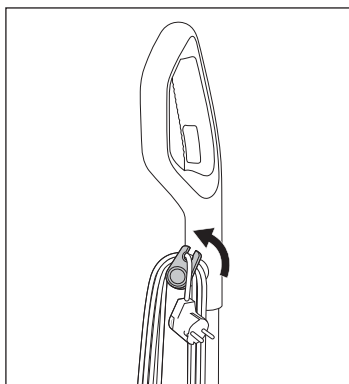

Fig. 43
- ♦ Trageți puțin în afară suportul superior de cablu **16** și rotiți-l din nou în sus (a se vedea fig. 43).